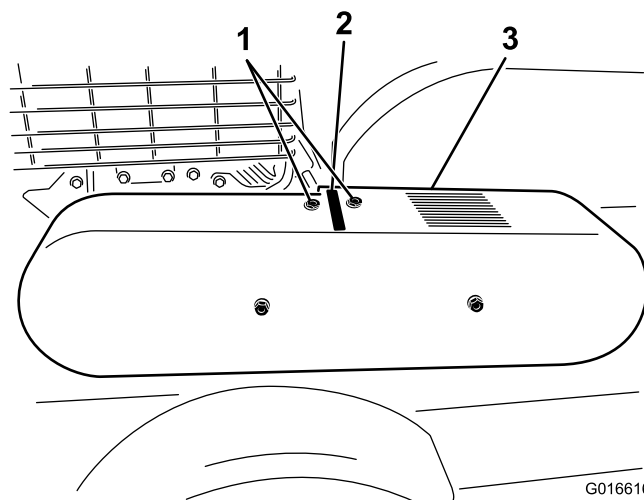

Figure 25
Remarque: Vérifiez la tension de la courroie d'entraînement en insérant une sonde en métal dans la fente sur le haut du protège-courroie (Figure 25) et en appuyant sur la sonde avec un dynamomètre de traction. La force doit être de 6,5 à 7,5 kg (15 lb ± 0,75 lb) pour une flèche de 1 cm (0,40 po) de la courroie. Effectuez un réglage au besoin.
2. Déposez le protège-courroie (Figure 25).